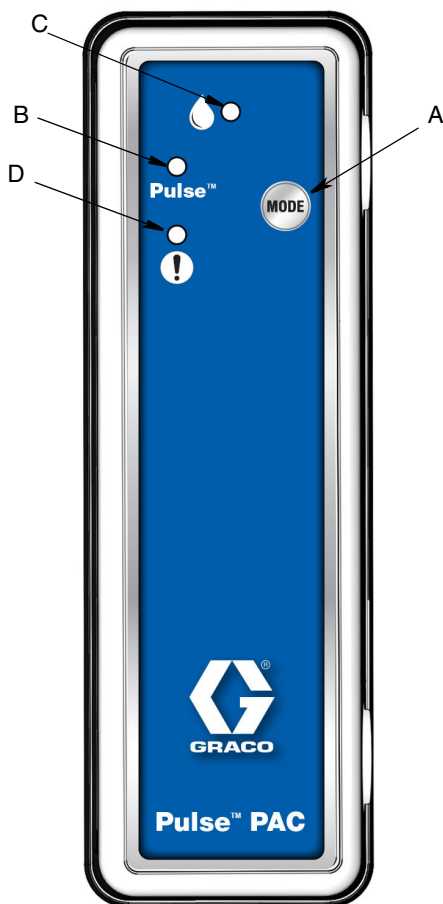

FIG. 13
3. Conecte la alimentación al controlador PAC (se enciende la luz roja [D]). Espere 30 segundos (se enciende la luz azul [B]) (FIG. 13).
4. En el PAC, mantenga pulsado el botón Mode [A] durante unos 5 segundos (FIG. 13). (Se enciende la luz verde [C]. Se apagan las luces azul [B] y roja [D]).
5. Mantenga pulsado de nuevo el botón Mode [A] durante 5 segundos y luego suéltelo (FIG. 13). (La luz verde [C] se mantiene encendida. Se encienden las luces azul [B] y roja [D]).
7. Cuando deja de parpadear la luz azul [B] y queda encendida fija, se ha completado la secuencia de registro del PAC (de 1 a 3 minutos). (FIG. 13). (La luz roja [D] permanece encendida).
Pulse y mantenga pulsado el botón MODE (modo) (a) durante 5 segundos (FIG. 13) para seleccionar el modo Pulse o de trabajo fuera de línea (Work Off Line).